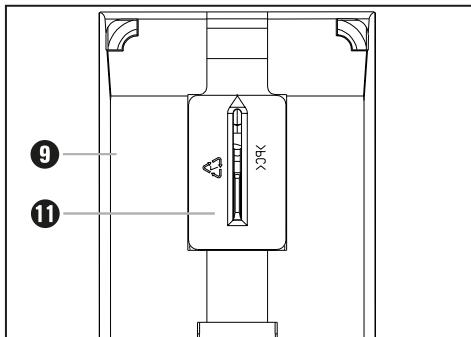

Fig. 1 : Monter le dispositif pare-éclats
- ◆ Par le bas, ⑪ poussez le dispositif pare-éclats dans la semelle mobile ⑨ jusqu'à ce qu'il s'enclenche audiblement (flèche vers le haut). Le marquage ▲ du dispositif pare-éclat ⑪ pointe en direction du côté avant de l'appareil (voir aussi la fig. 1).